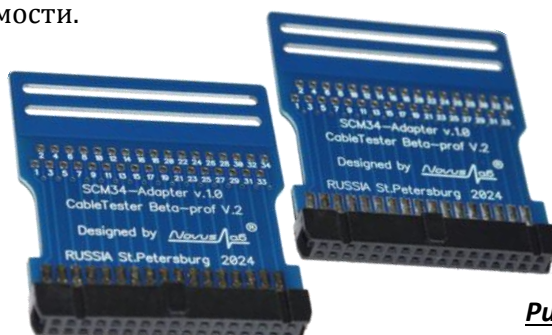

Рис.3
- блок кнопок управления профилями (навигация +/- (6) и кнопка записи профиля (7))
- кнопка «включение/выключение/опции» (8)
- кнопка запуска тестирования - «Тест» (9)
Подсоединение тестируемого кабельного жгута или сборки осуществляется к коннекторам SCM-34 (10), напрямую, или посредством штатных переходников (см. Рис.3), которые дополнительно можно заказать отдельно, при необходимости.
Для большего удобства изготовления тестовых переходников, в комплекте прилагаются два адаптера «SCM-34» (см. Рис.3), рассчитанные на припайку к ним проводов и промежуточных/интерфейсных пользовательских разъёмов, необходимых для тестирования конкретной кабельной конфигурации. При необходимости, дополнительные адаптеры заказываются отдельно. SCM-коннекторы прибора снабжены экстракторами для более комфортного и безопасного извлечения из них адаптеров или разъёмов. Рис.7)